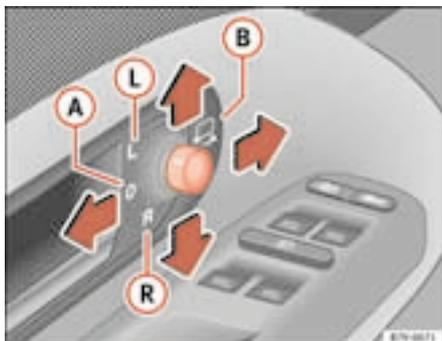

Abb. 82 Prinzipdarstellung: Automatisch abblendender Innenspiegel
Die automatische Abblendung lässt sich mit dem Schalter am Innenspiegel ⇒ Abb. 82 ① ein- oder ausschalten. Bei eingeschalteter automatischer Abblendung leuchtet die Kontrollleuchte ② auf. ■